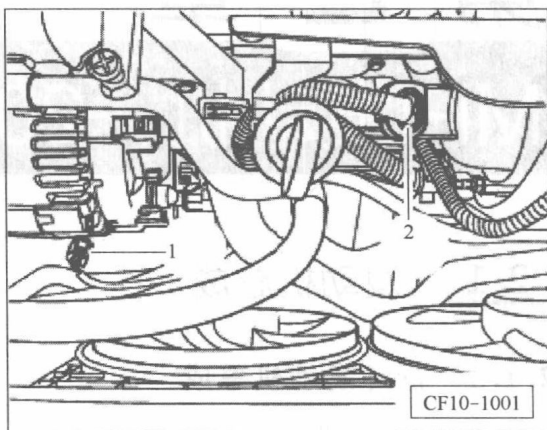

图 2-6 脱开二次空气泵插头
⑭ 脱开二次空气泵插头 2 和转向助力开关连接插头 1, 从导线支架中脱出线束并放在车身上, 见图 2-6。